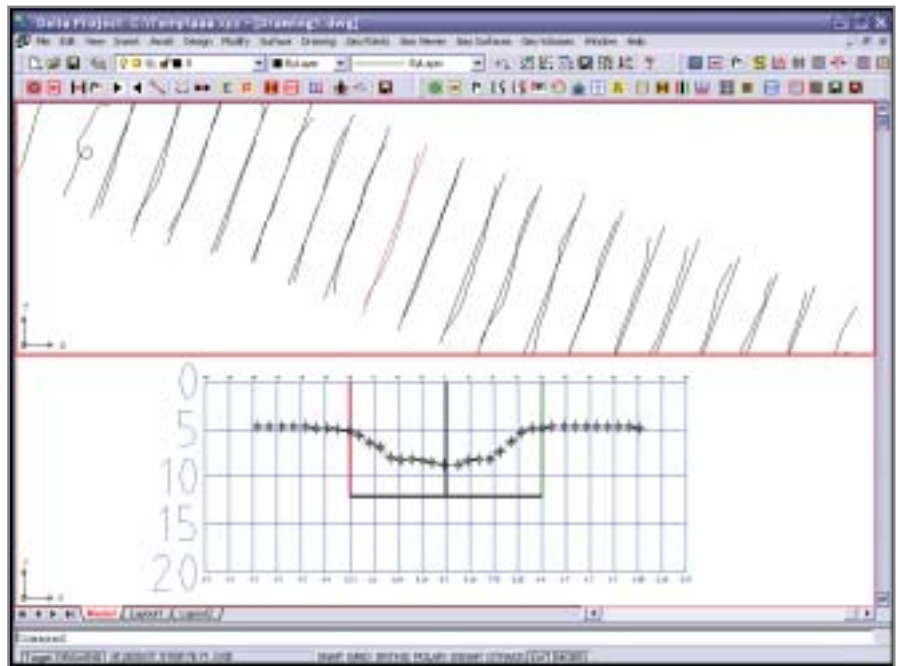

Рис. 3. Модуль для формирования и просмотра эхограмм
- *DeltaViewer* – модуль для формирования и просмотра эхограмм (рис. 3).